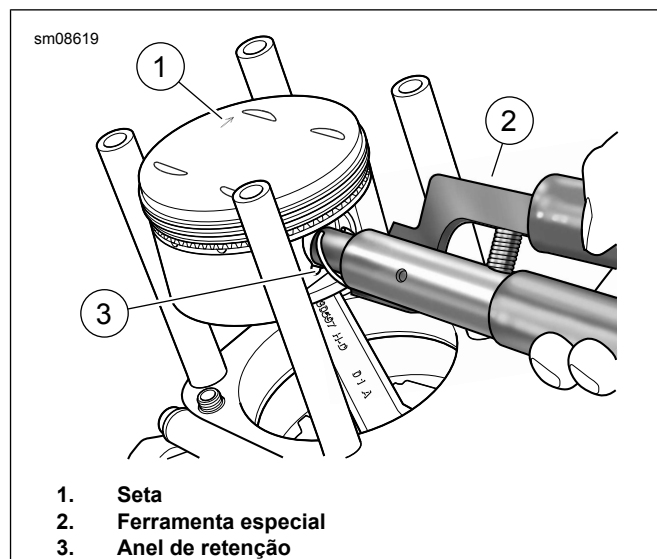

Figura 4. Instale o grampo circular
- Figura 4 Alinhe e introduza a ferramenta especial (2) com anel de retenção no pistão.